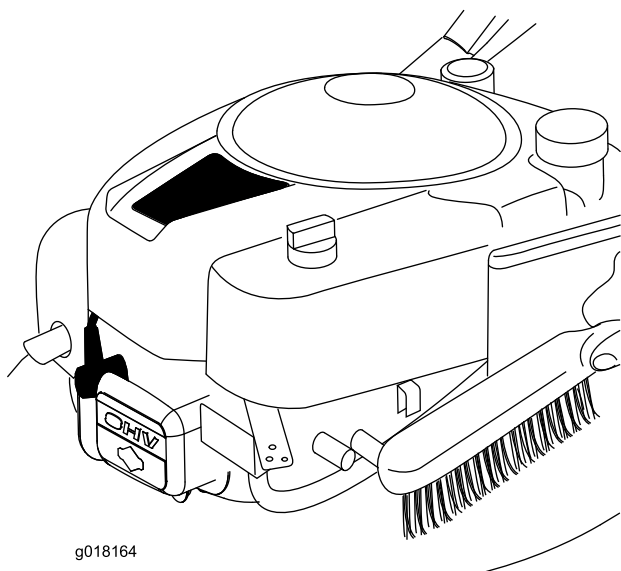

Bild 27
- Entfernen Sie Gras und Rückstände mit einer Bürste oder Druckluft am Motor, inkl. vom Auspuff, von der Auspuffschutzeinrichtung, von den Luftwegen in der oberen Haube und vom Mähwerk (Bild 27).